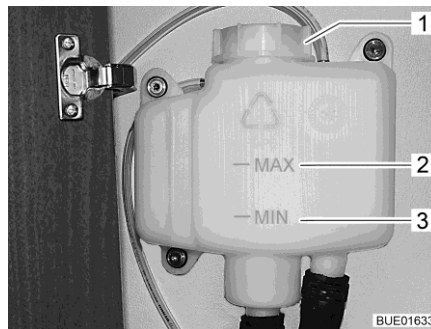

Fig. 309 Recipiente de compensación sin panel
- Comprobar si en el recipiente de compensación (Fig. 309) el líquido está entre las marcas "MIN" (Fig. 309,3) y "MAX" (Fig. 309,2).
- Abrir la tapa giratoria (Fig. 309,1) del recipiente de compensación.